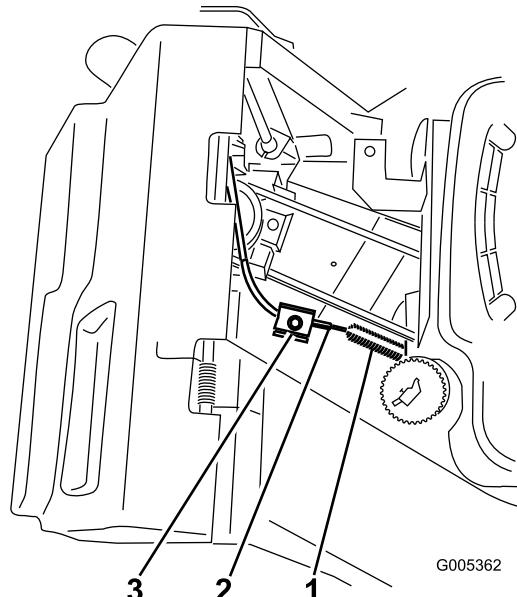

Figure 28
5. Desserrez la vis du serre-câble jusqu'à ce que la gaine du câble puisse coulisser (Figure 28).